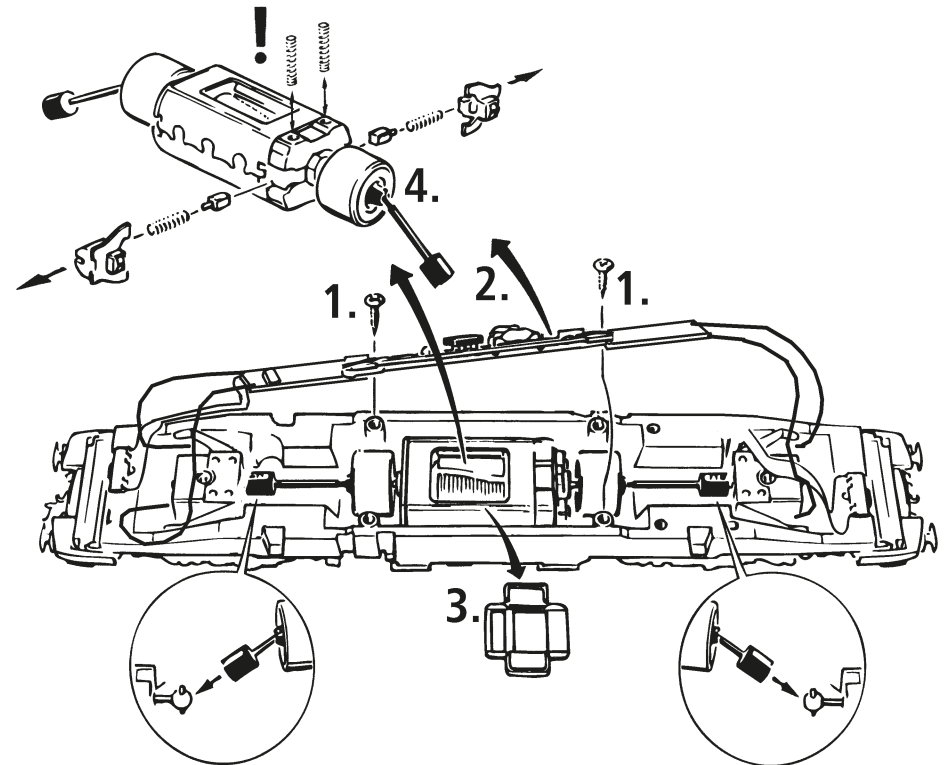

Fig. 9
siehe Fig. 9
**A.C. operation:** see fig. 9
**Version en courant alternatif:** voir fig. 9